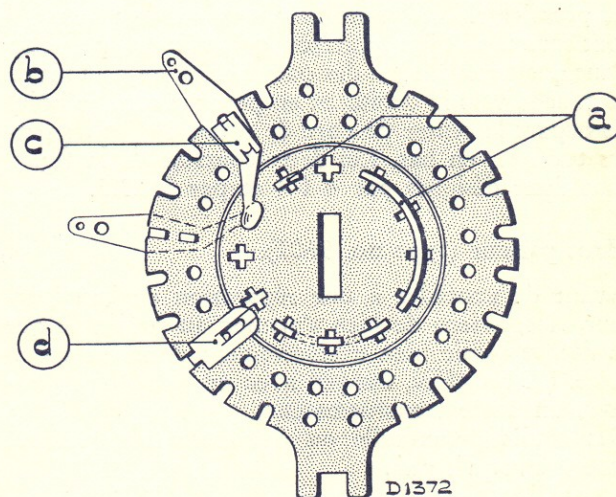

Fig. 8
- Une unité (de commutation) se compose d'un rotor et d'un stator (fig. 8).